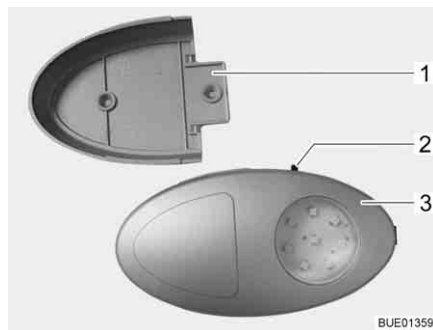

Bild 64 Klädskåpslampa
- ▷ Klädskåpslampan kan dras ut från skruvhållaren (Bild 64,1) och användas som ficklampa.
På-/av-brytaren (Bild 64,2) sitter direkt på klädskåpslampan (Bild 64,3).